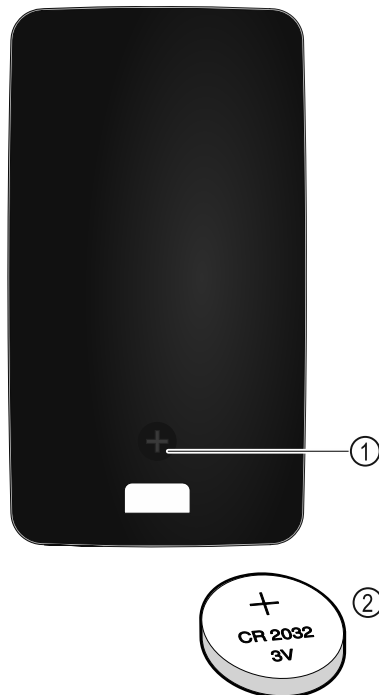

Fig. 223
Nuotolinio valdymo pultui elektros srovė tiekama iš CR 2032 tipo 3V baterijos Fig. 223 (2), kurią galima įsigyti specializuotos prekybos vietoje.
- ▶ Išsukite varžtą Fig. 223 (1) galinėje nuotolinio valdymo pulto pusėje.